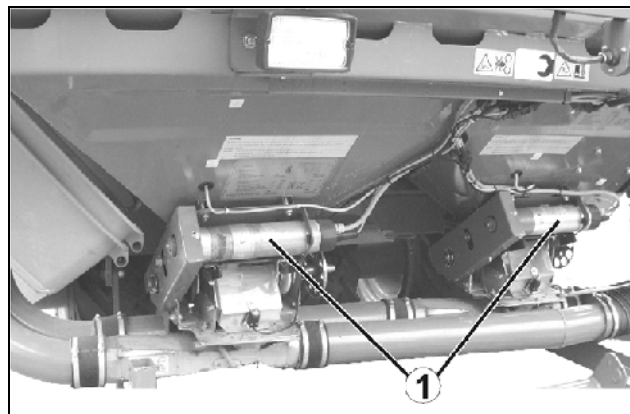

Fig. 77
- elektrisk fulddosering med elektromotor som direkte drev (Fig. 77).